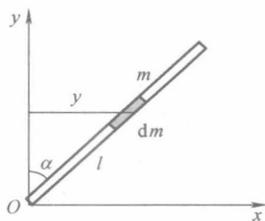

图 1-4
**【例 1-6】** 如图 1-4 所示，线密度为  $\rho$ ，质量为  $m$  的均匀细杆与转轴 ( $y$  轴) 的夹角为  $\alpha$ ，求其转动惯量。